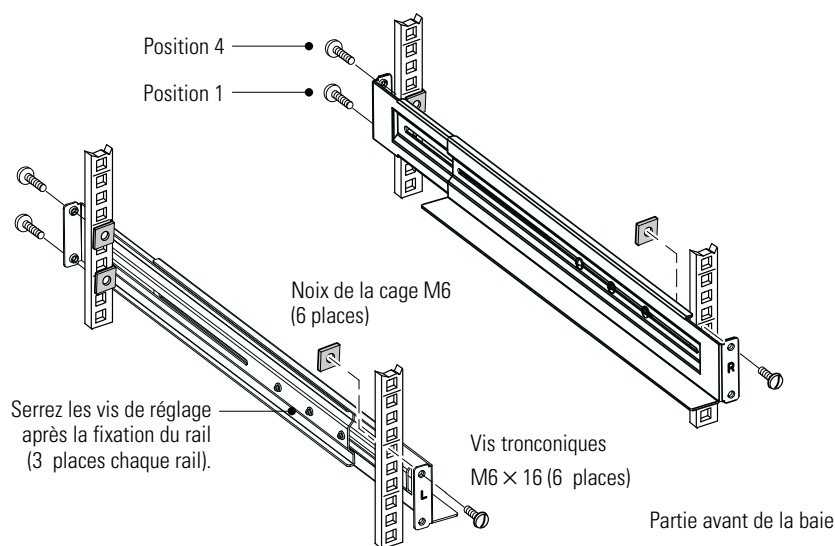

Figure 5. Fixation des glissières
2. Sélectionnez les trous corrects dans le châssis pour y positionner l'onduleur (voir Figure 5). Les rails occupent quatre positions à l'avant et à l'arrière du rail.